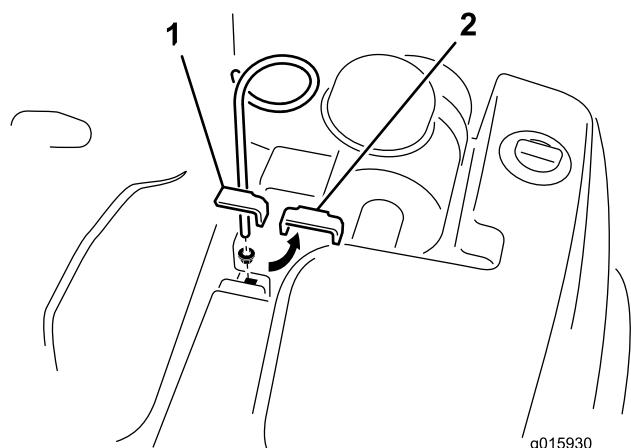

Figura 6
1. Rimuovete il bullone, la rondella e il dado che fissano la grappa superiore del serbatoio idraulico al telaio (Figura 6). Rimuovete e scartate la grappa, il bullone, la rondella e il dado.
2. Montate la guida dei flessibili con il dado flangiato fornito. Posizionate la guida dei flessibili come illustrato in Figura 6.